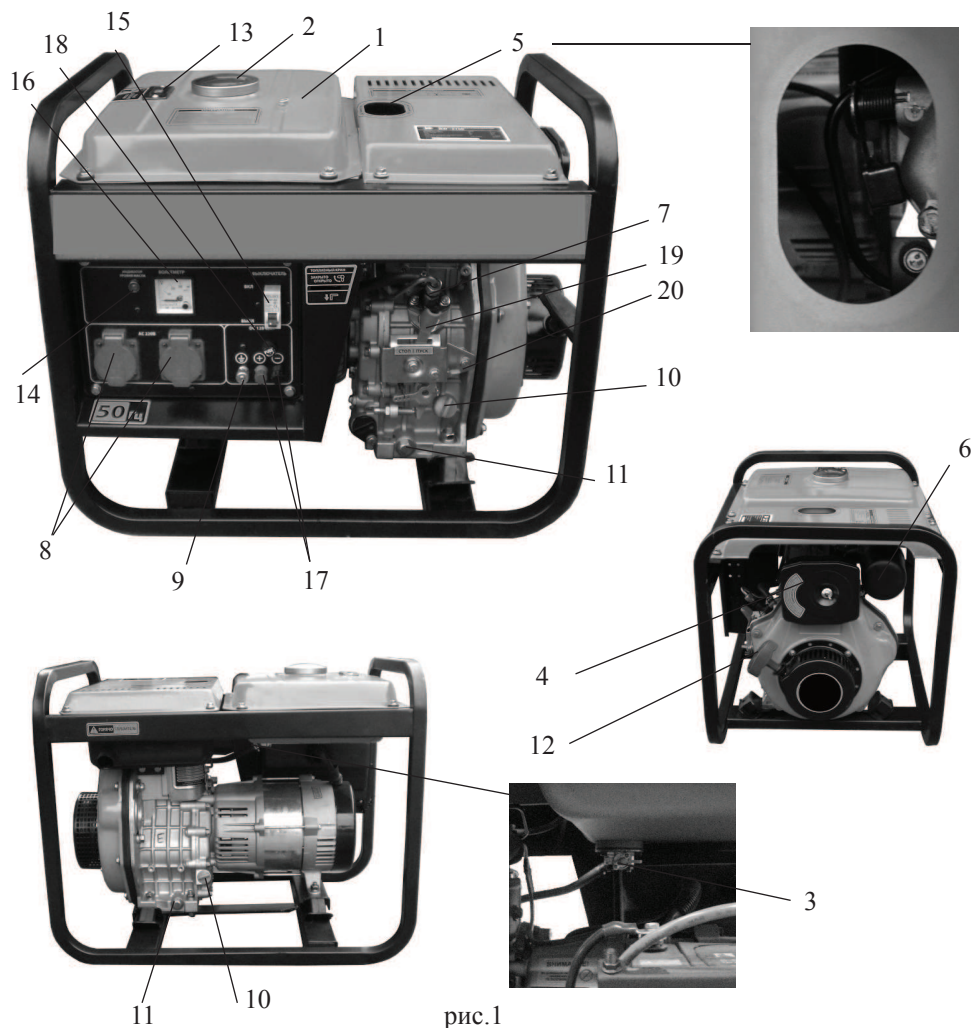

рис.1
3.1 Общий вид генератора схематично представлен на рис.1